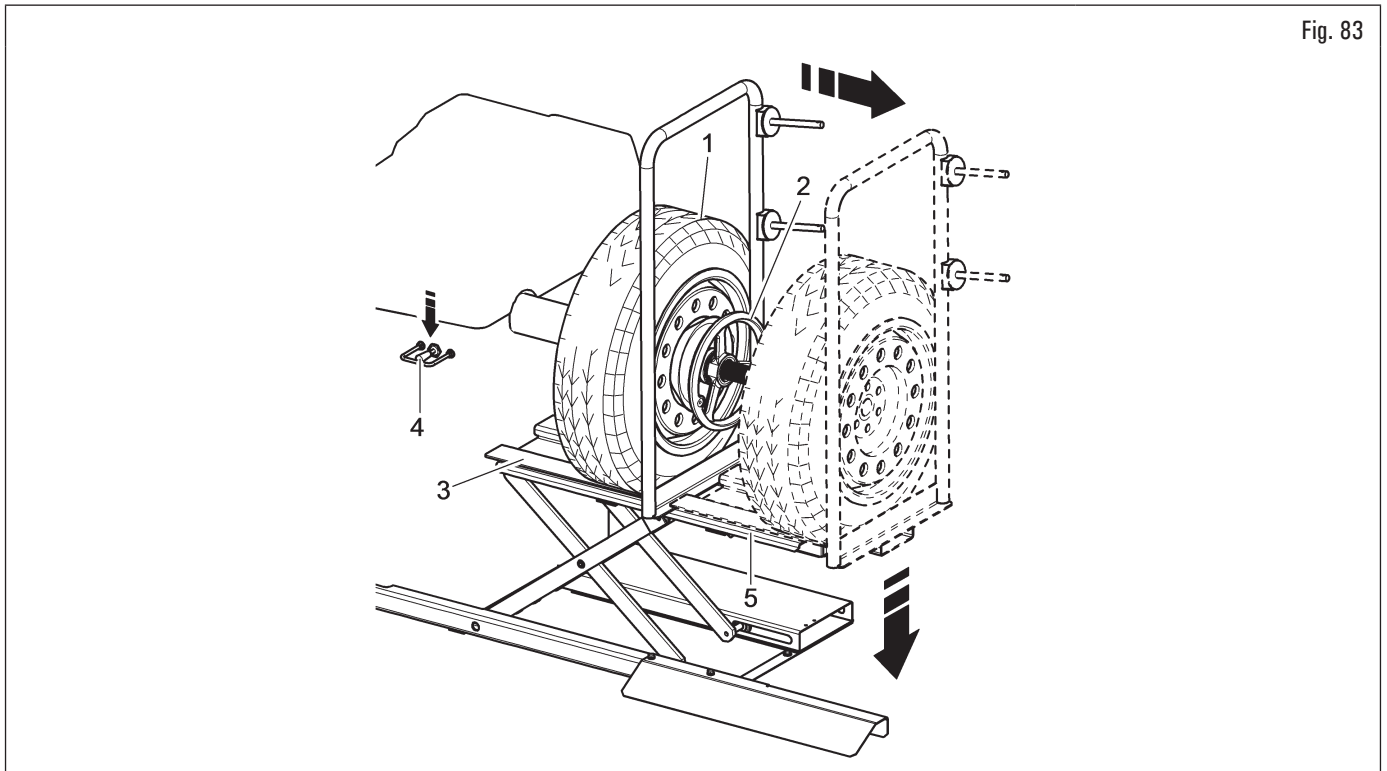

Fig. 83
3. sbloccare la ruota (Fig. 83 rif. 1) dal mandrino togliendo i dispositivi di bloccaggio (Fig. 83 rif. 2);
4. traslare verso destra l'appoggio ruota (Fig. 83 rif. 3) con lo pneumatico appoggiato su di esso;
5. abbassare il comando di discesa (Fig. 83 rif. 4) e far scendere a terra la pedana (Fig. 83 rif. 5);